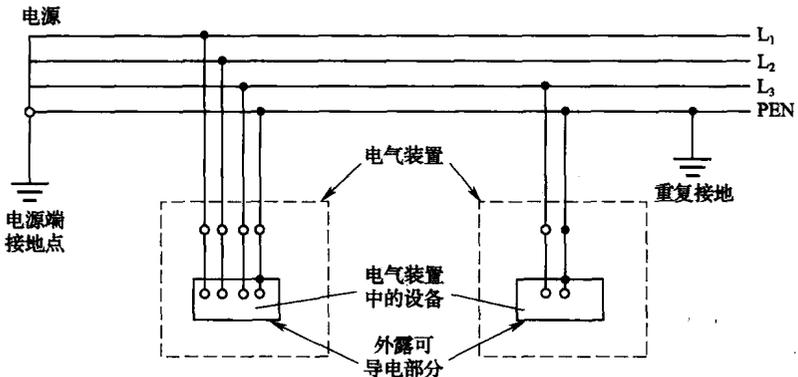

图 1-2 TN—C 系统
2. TN—C 系统：整个系统的中性导体和保护导体是合一的（图 1-2）。